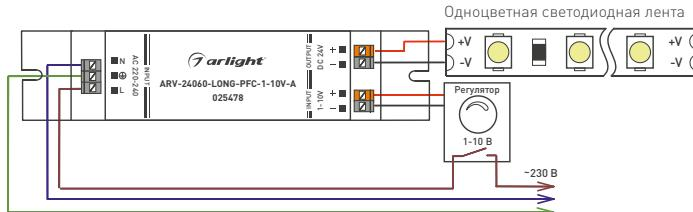

Рис. 1. Пример подключения источника питания.
- 3.4. Подключите нагрузку к выходным зажимным клеммам «+» и «-» источника питания со стороны «OUTPUT», строго соблюдая полярность (рисунок 1).
- 3.5. Подключите провода обесточенной электросети к входным зажимным клеммам источника питания со стороны «INPUT», соблюдая маркировку: «L» (фаза), «N» (ноль). Подключите провод защитного заземления к зажимной клемме, обозначенной символом «» (рисунок 1).
- 3.6. Подключите регулятор 1-10 В к входным зажимным клеммам «1-10V» источника питания, соблюдая полярность (рисунок 1).